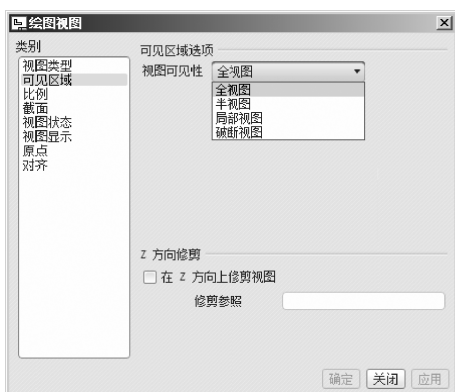

图 10-63 设定视图的可见区域
(1) 视图类型。确定插入视图的类型、模型的视图方向和插入模型的缺省方向。
(2) 可见区域。在【类别】列表中，选择【可见区域】选项，可以设定视图的可见区域，对话框如图 10-63 所示。